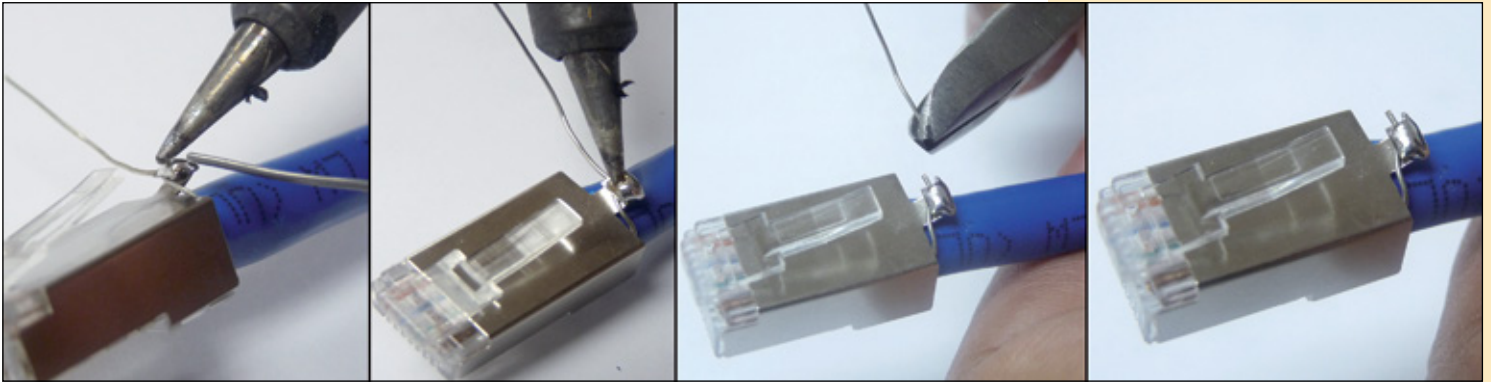

Figura 24
- 19 Proceda a calentar la pestaña con la punta del soldador y aplicar suficiente soldadura hasta que fluya, sin mover la pieza para que la soldadura no quede fría, no exceda la cantidad ya que no entrará en la bota, una vez esté lista y fría la soldadura, proceda a cortar el excedente del conductor de aterramiento, (Ver imágenes de la **Figura 24**).